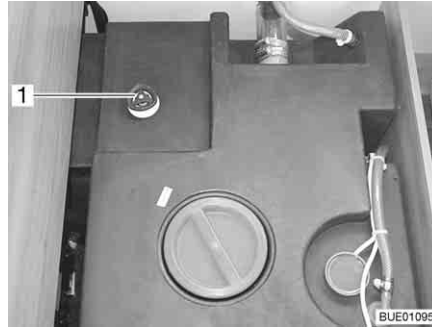

Fig. 231 Depósito de agua con tirador giratorio
- Girar el tirador giratorio (Fig. 231,1) sobre el depósito de agua en sentido de las agujas del reloj, hasta el tope.
- Girar el tirador giratorio (Fig. 231,1) sobre el depósito de agua en sentido contrario a las agujas del reloj, hasta sentir resistencia. El agua se saldrá hasta 60 litros.